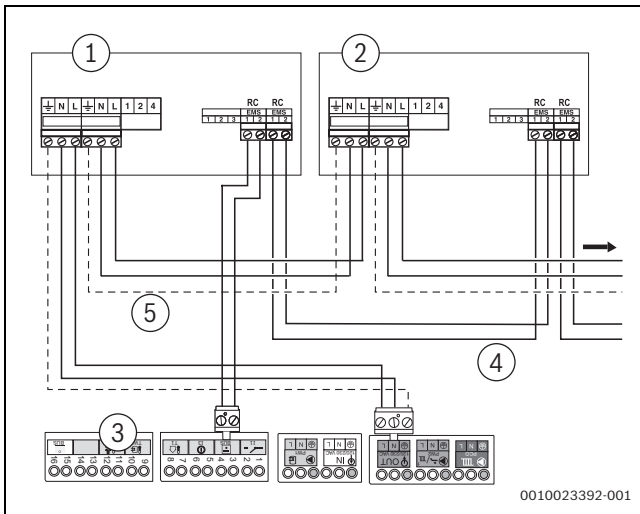

Fig. 56 Collegamento di più moduli funzione
- Collegare il secondo modulo al collegamento EMS-BUS del primo modulo. Utilizzare allo scopo il cavo conduttore fornito in dotazione con il modulo (→ fig. 56, [4]).